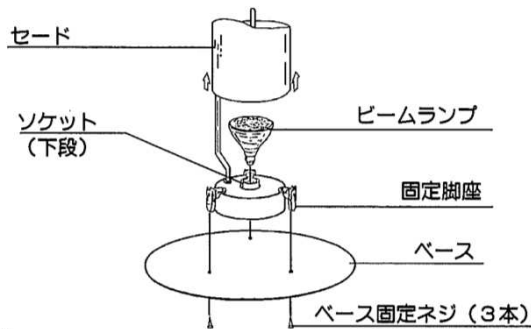

図1
1. セード止めネジを取り、セードを引き抜いてください。(図1)
2. ベースを固定脚座にセットします。(図1)
- ※器具に表示されている種類およびワット数以下のランプをご使用ください。(図1)